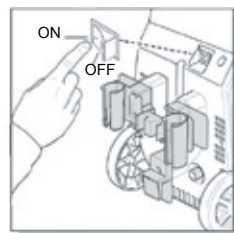

Fig. 12
- Asegúrese de que el interruptor "ON/OFF" está en la posición "OFF". El interruptor de alimentación tiene símbolos internacionales de 'on' y 'Off': En (--) apagado (O). (Fig. 12)